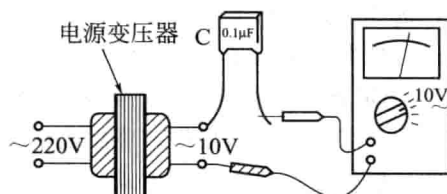

图 1-9 用万用表测量电容
⑥ 当检查电解电容器漏电阻时，应在测量前先行放电；转动开关至 $R \times 1k$ 挡，红表笔必须接电容器负极，黑表笔接电容器正极。
① 模拟万用表测量电容时，通过电源变压器将交流 220V 市电降压后获得 10V、50Hz 交流电压作为信号源，然后将转换开关旋转至交流电压 10V 挡。
② 将被测电容 C 与任一表笔串联后，再串接于 10V 交流电压回路中，如图 1-9 所示，万用表即指示出被测电容 C 的容量。
③ MF-47 型万用表从第四条标尺刻度线（电容刻度线）上读取数据。
④ 应注意的是，10V、50Hz 交流电压必须准确，否则会影响测量的准确性。
⑤ 测量完毕，将转换开关置于交流电压最大挡或“OFF”挡位。